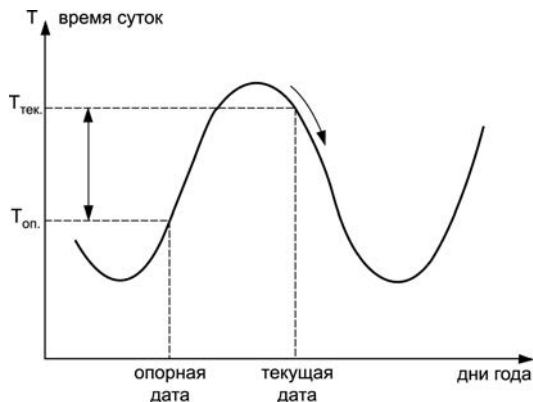

Рисунок 3.2
3.5 Для управления процессами, связанными с продолжительностью светового дня, т.е. со временем восхода и захода солнца, в любой команде таймера есть возможность задать процедуру ежедневной автоматической коррекции времени включения или выключения по восходу или заходу солнца в местности с заданной географической широтой (рисунок 3.2).
На графике (см. рисунок 3.2):